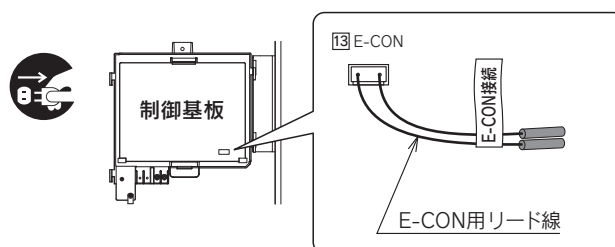

図1
3. 制御基板に付いているE-CON接続用リード線を使用します。(図1)